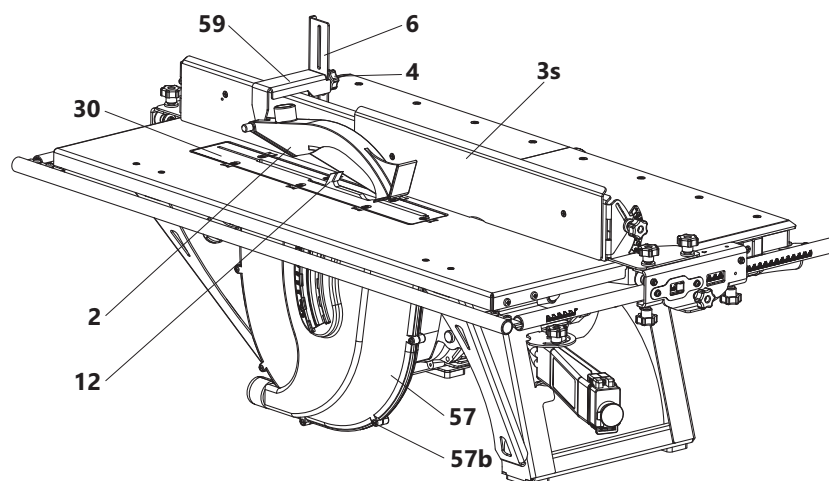

Рис. 28
Перед началом работы следует произвести подготовку и наладку станка (рис. 28):
При использовании линейки при операции фрезерования дисковыми фрезами необходимо установить планку 3s (рис. 28).
Чтобы установить дисковую фрезу 12 (рис. 28), необходимо:
- установить вертикальный держатель 6 (рис. 28) в прорезь, имеющуюся в приемном столе и закрепить с помощью винта-барашка 4. Высота ограждения регулируется перемещением скобы 59 по вертикальному держателю 6.